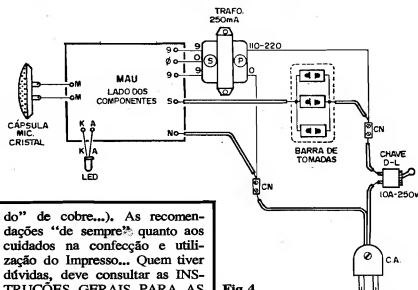

Fig. 4
- FIG. 4 - CONEXÕES DOS COMPONENTES EXTERNOS - O lado observado da placa ainda é o mesmo da figura anterior (só que agora as peginhas sobre o fenolite não são mais vistas, para não "congestionar" o desenho, e porque já foram detalhadas antes...), enfatizando-se as conexões externas... Observar a ligação da cápsula de microfone de cristal,